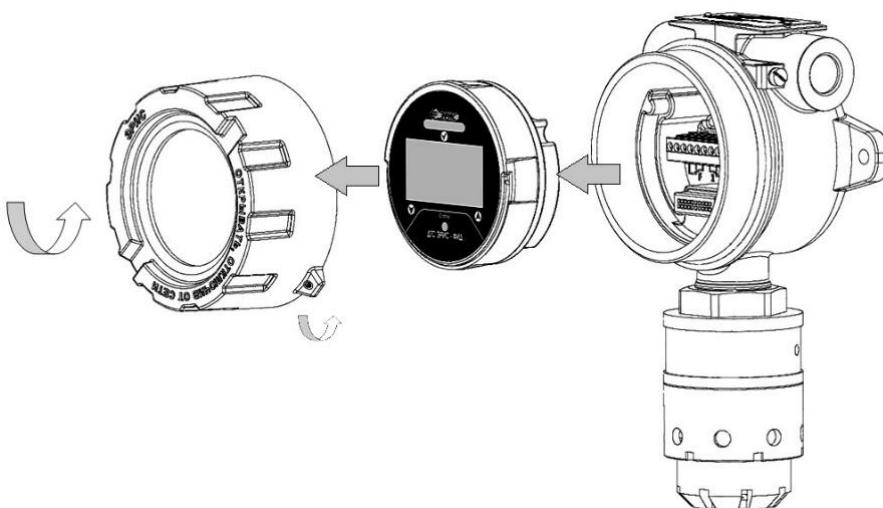

Рисунок 23- Схема разбора газоанализатора
1) Открутить стопорный винт на верхней крышки газоанализатора (рис. 23).